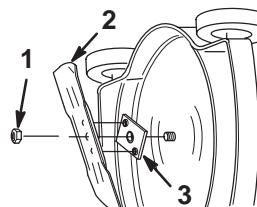

Figure 25
1. Enlevez l'écrou de la lame (Fig. 25).
2. Enlevez la lame du dispositif d'entraînement (Fig. 25).
1. Vérifiez que le dispositif d'entraînement de la lame se trouve bien sur le vilebrequin (voir Figure 25).
2. Montez la lame sur les pattes du dispositif d'entraînement, les extrémités incurvées vers le carter (Fig. 25).